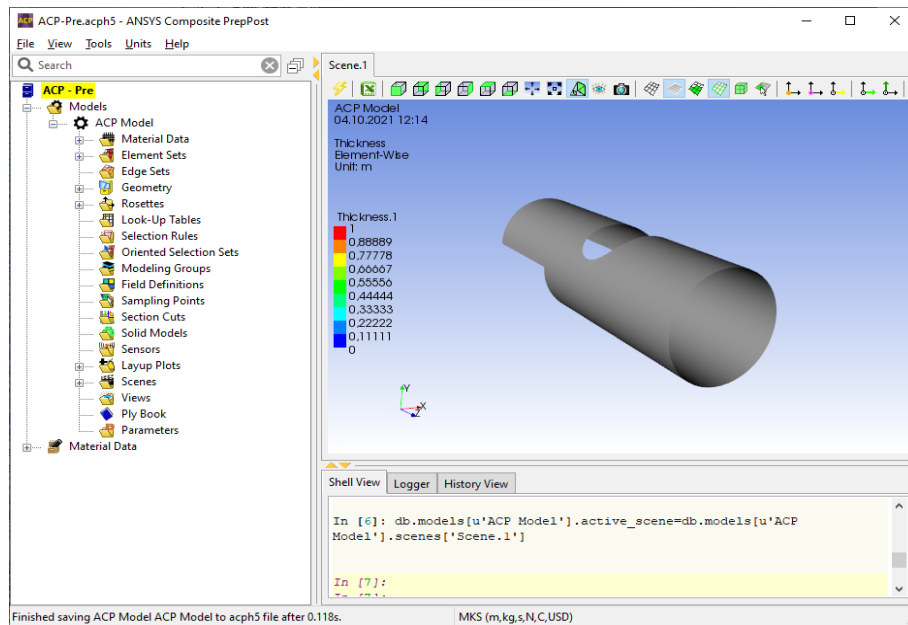

Рис. 23. Окно ANSYS Composite PrepPost
16.1. В окне Workbench дважды нажимаем на Setup в блоке ACP (Pre). После этого перед нами появится окно, представленное на рис. 23.